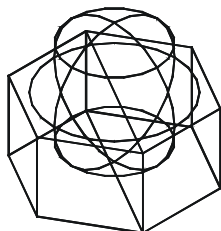

图 9-2-4
STEP 02 使用球体工具以六边形体上表面中线中点为中心，创建直径为 14mm 的球体，如图 9-2-4 所示。
// 输入直径值 14，并结束命令，效果如图 9-2-4 所示